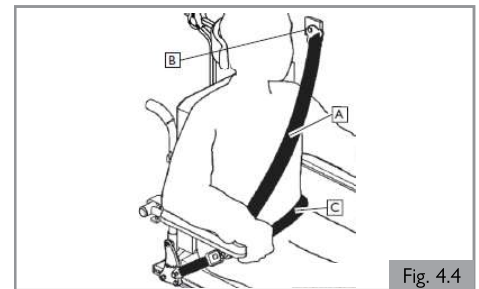

Fig. 4.4
14. Los cinturones de sujeción pélvico y troncal deben utilizarse para sujetar al ocupante, reducir la posibilidad de impacto en el pecho y la cabeza con los componentes del vehículo y evitar lesiones severas en el usuario u otro ocupante del vehículo (Fig. 4.4).
15. El cinturón de sujeción del torso superior (A) debe montarse en el pilar (B) del vehículo. De lo contrario, aumentará el riesgo de lesiones abdominales graves para el usuario (Fig. 4.4).
17. El cinturón de seguridad pélvico (C) debe usarse por delante de la pelvis, de manera que el ángulo del cinturón quede dentro de la zona de preferencia (entre 30 y 75 grados respecto del suelo) (Fig. 4.4).
19. El cinturón de seguridad troncal (A) debe colocarse por encima del hombro y debe atravesar el pecho (Fig. 4.4).